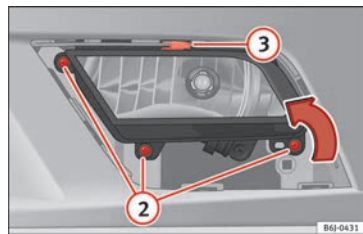

Fig. 102 Faro antiniebla.
- Retire los 3 tornillos » **fig. 102** ② para extraer el faro antiniebla.
- Retire la grapa metálica situada en la parte superior del faro antiniebla tirando hacia el exterior del vehículo » **fig. 102** ③.